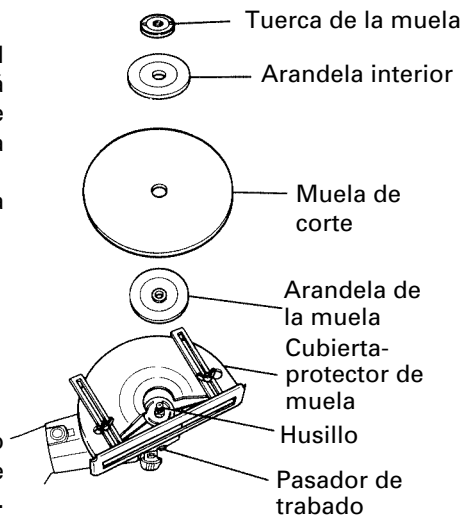

Fig. 2
Confirmar que el pasador de trabado esté suelto presionándolo dos o tres veces antes de encender la alimentación de la herramienta. (Ver la Fig. 2)
1. Montaje (Fig. 2 y 3)
- (1) Poner boca abajo la herramienta para que el husillo indique hacia arriba.
- (2) Montar la arandela de la muela en el husillo.
- (3) Colocar la protuberancia de la muela de corte en la arandela de la muela.
- (4) Poner la arandela interior en la muela de corte y atornillar la tuerca de la muela en el husillo.
- (5) Insertar el pasador de trabado para evitar que gire el husillo y apretar la tuerca de la muela con la llave de tuercas como se muestra en la Fig. 2.